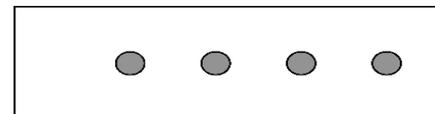

Abb. 3: Schemazeichnung eines Objektträgers mit 4 Tropfen
1. Stellt Eure P20 Mikropipette auf 5 μ L ein und behaltet diese Einstellung im Folgenden. Platziert nun 4 Tropfen a 5 μ L Eurer aufkonzentrierten Pantoffeltierchen-Suspension wie in Abbildung 3 gezeigt auf einen Objektträger.